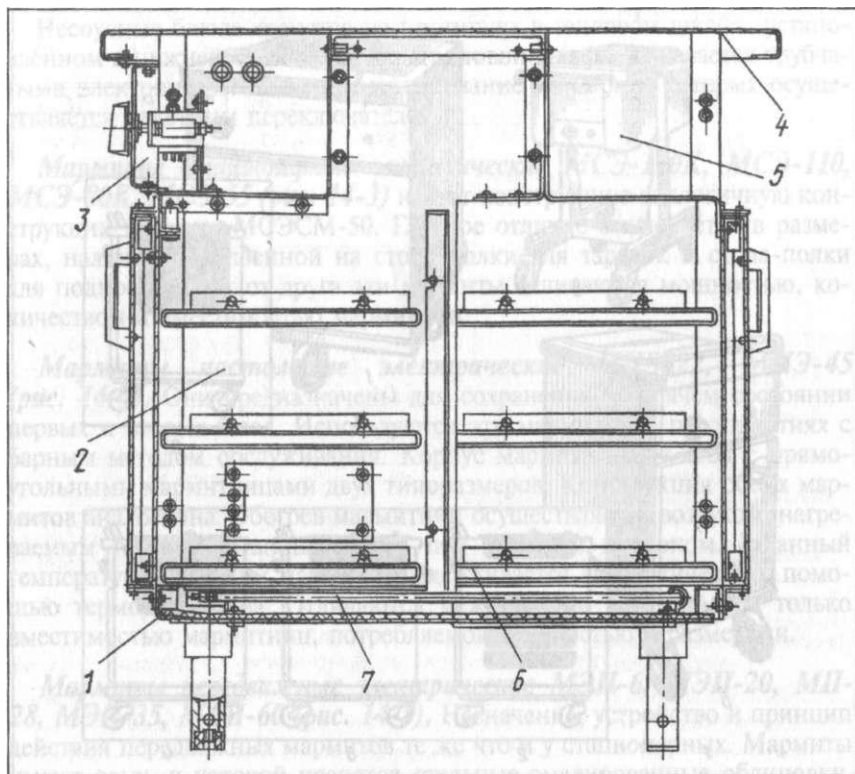

Рис. 14-6. Стойка раздаточная СРТЭСМ:
**Стойка раздаточная электрическая секционная модулированная СРТЭСМ (рис. 14-6).** Тепловая стойка предназначена для подогрева тарелок и готовых блюд на раздаче. Стойка изготавливается из нержавеющей стали в виде стола с гладкой полированной крышкой. Под верхней поверхностью стойки находится тепловой шкаф, в котором имеются съемные решетчатые полки для тарелок. Тепловой шкаф разделен на четыре отсека, каждый из которых имеет три полки и закрывается створчатыми дверками. Стойка обогревается с помощью тенов, мощность которых регулируется пакетным выключателем. Обслуживание стойки может производиться с двух сторон. Тепловая стойка работает от однофазной сети переменного тока частотой 50 Гц, напряжением 220 В.